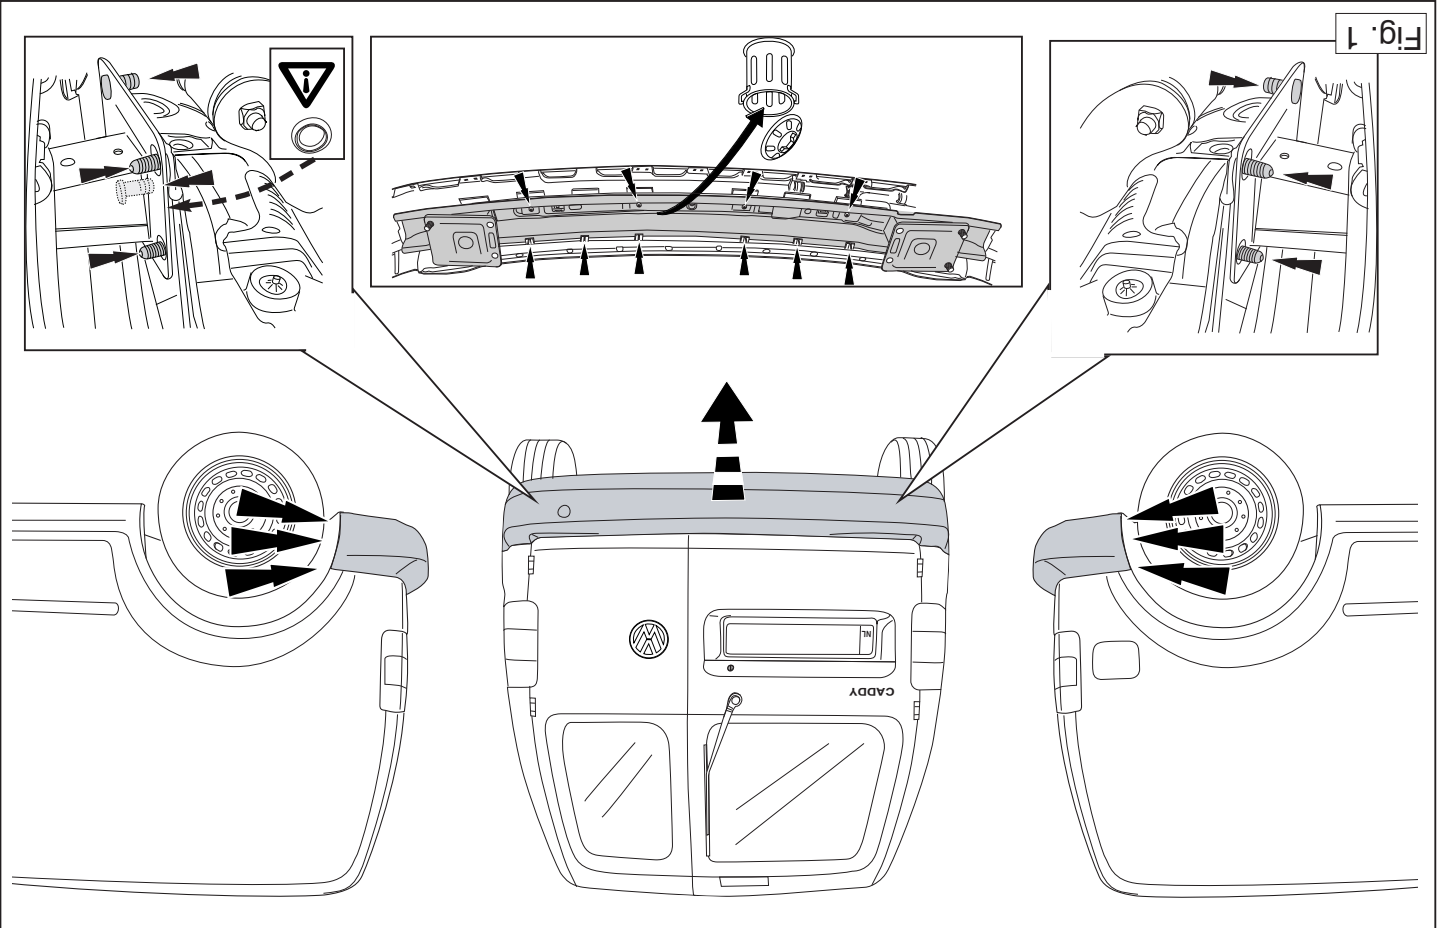

Fig. 1
1. Remove the bumper and the steel buffer beam from the vehicle. The buffer beam will no longer be needed. (See fig. 1).
1. Die Stoßstange einschließlich des stählernen Stoßbalkens vom Fahrzeug abmontieren. Der Stoßbalken wird nicht mehr benötigt. (Siehe Abb. 1).
1. Zdemontować z pojazdu zderzak wraz ze stalową belką zderzakową, belka zderzakowa nie będzie ponownie używana. (rys.1).